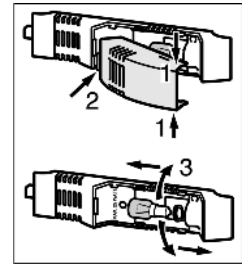

Fig. 31
- ▶ Afferrare il coprilampada sul lato superiore e inferiore Fig. 31 (1).
- ▶ Sbloccare il coprilampada sul retro e sganciarlo Fig. 31 (2).
- ▶ Sostituire la lampadina Fig. 31 (3).